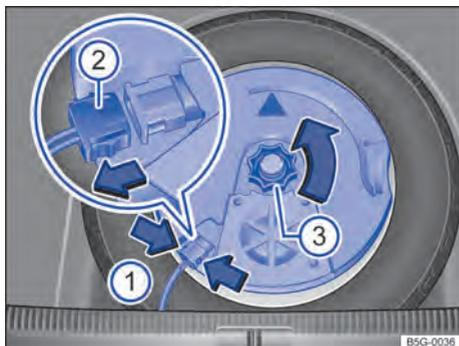

Fig. 248 No compartimento de bagagem: remover o subwoofer (variante 1).
- Para destravar o conector → Fig. 248 (2), comprimir as linguetas → Fig. 248 (setas 1).
- Puxar o conector (2) e colocar de lado o condutor elétrico removido.
- Remover o manipulador (3) no sentido da seta.
- Inserir o conector → Fig. 248 (2) até que ele se trave de maneira audível.
- Girar o manipulador (3) no pino rosqueável no sentido contrário da seta até que o subwoofer fique preso com segurança.